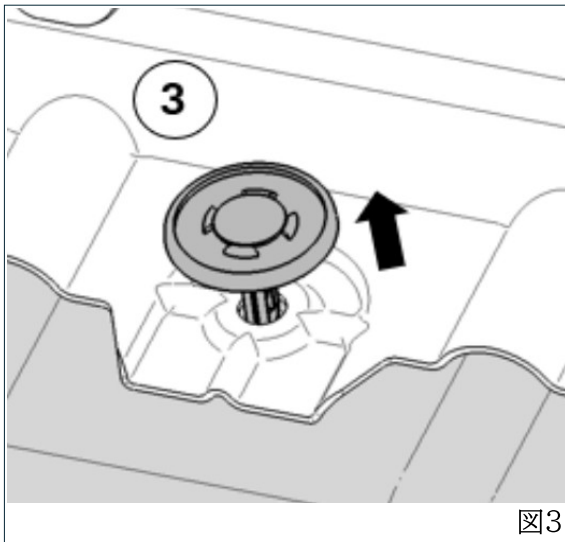

図3
- (1) 図3の③クリップを矢印の方向へクリップリムーバーではずす。